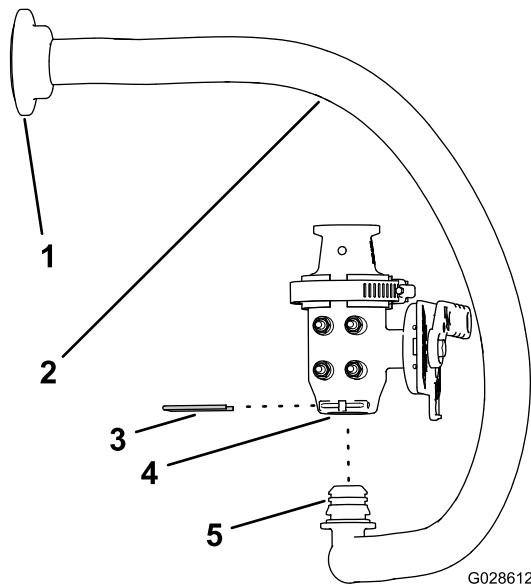

Рисунок 18
- Установите прямоугольное колено шланга подачи эдуктора в нижнее отверстие клапана эдуктора (Рисунок 18).
4. Прикрепите колено к клапану с помощью держателя (Рисунок 18).